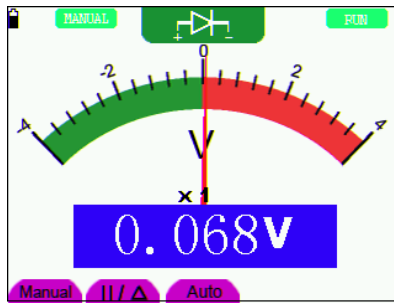

Рисунок 22. Проверка диода
4. Подсоедините красный и черный измерительные провода к обследуемому диоду, и результат измерения падения напряжения на диоде отобразится на дисплее в вольтах (см. рисунок 22).